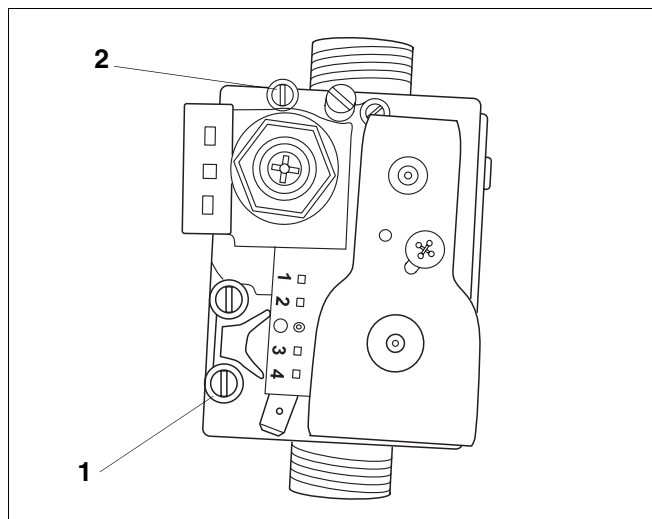

Fig. 18 Armătură de gaz SIT
- Se deschide șurubul de închidere a niplului de măsurare a presiunii de racordare și de aerisire de la supapa de gaz tip combi și se racordează manometrul (fig. 18, poz. 1).
Legendă la fig. 18:
- Se racordează manometrul la niplul de măsurare a supapei de gaz tip combi (vezi fig. 18, poz. 2 la pag. 18).